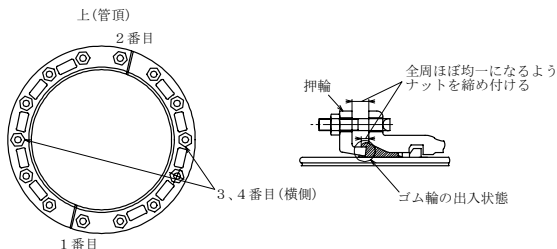

図 19 ボルト・ナットの締め付け
- ① 最初に管底の押輪分割部近くのナットを締める。管底部は受口と挿し口との隙間が比較的狭くなる傾向にあるため、必ず先行して締め付ける（図 19 の 1 番目）。
- ② 2 番目に管頂の分割部付近のボルト・ナットを締めつける（図 19 の 2 番目）。
- ③ 3 番目に管の横側に位置するナットを締めつける（図 19 の 3・4 番目）。
- ④ 以降、ほぼ対称の位置にあるナットを交互に締め付ける（対角締め）。